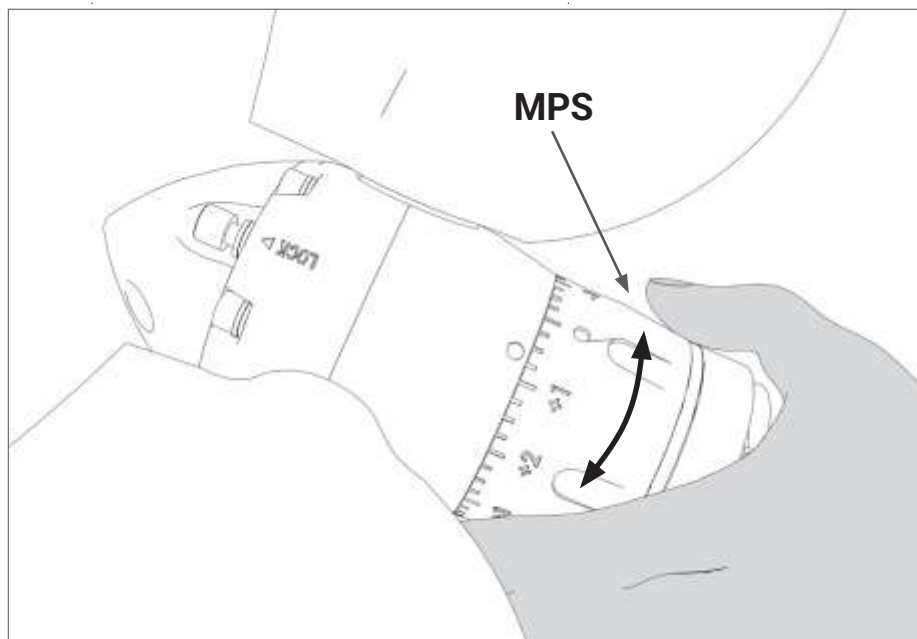

FIG. 25 Réglage du pas
- c) Pour obtenir la variation du pas souhaitée, tourner la bague en alignant précisément l'encoche sélectionnée avec le symbole "○" sur le corps de l'hélice (Fig. 25).